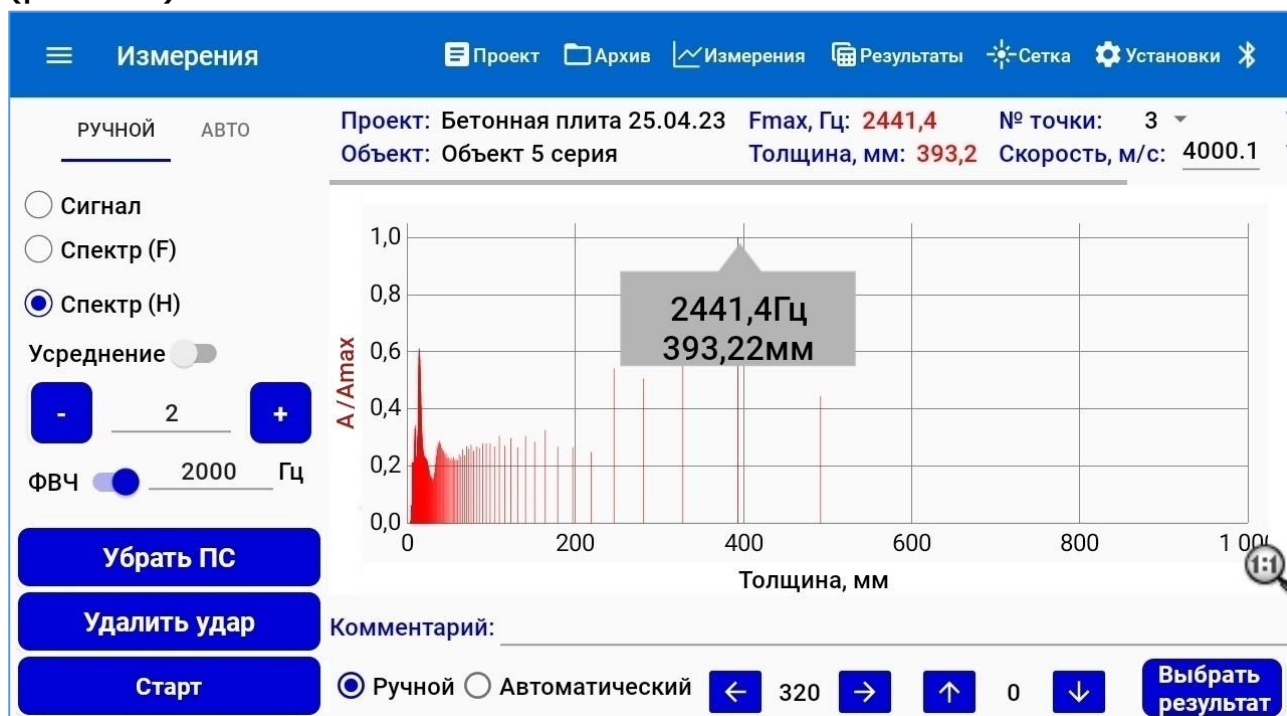

Рисунок 21 – Экран вывода графика амплитудного спектра в диапазоне определяемых толщин
При смене вида представления при нажатии на кнопку «Спектр (H)», на экран визуализации выводится график амплитудного спектра сигнала в диапазоне определяемых толщин (рис. 21).